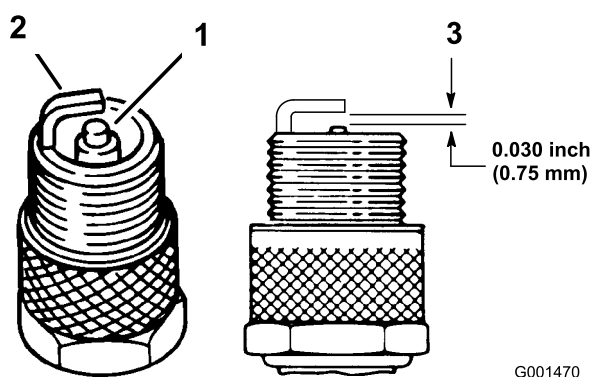

Figure 36
1. Examinez le centre des bougies (Figure 36). Si le bec de l'isolateur est recouvert d'un léger dépôt gris ou brun, le moteur fonctionne correctement. S'il est couvert d'un dépôt noir, c'est généralement signe que le filtre à air est encrassé.
2. Contrôlez l'écartement entre l'électrode centrale et l'électrode latérale (Figure 36). Courbez l'électrode latérale (Figure 36) si l'écartement est incorrect.
3. Connectez les bougies (Figure 36).